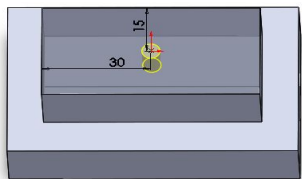
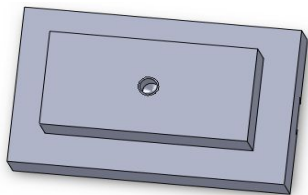

图 4-113 标注尺寸
图 4-114 螺纹孔
(6) 单击【草图】工具栏中的【智能尺寸】按钮，标注并约束螺纹孔的中心在基体集合中心上，如图 4-113 所示，单击【孔规格】属性管理器中的【确定】按钮，完成的螺纹孔如图 4-114 所示。